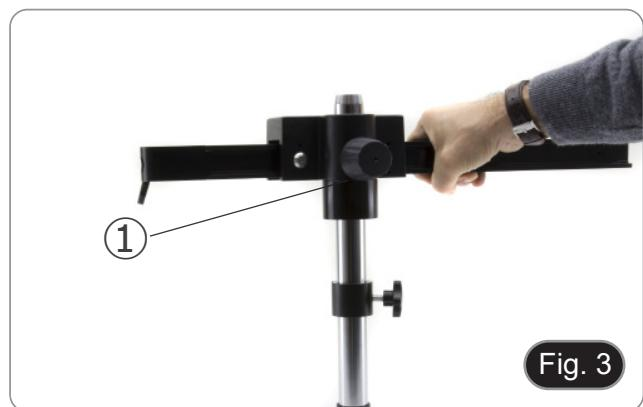

Fig. 3
3. Insérer le bras horizontal et le fixer à l'aide de la vis de fixation ③. (Fig. 3)